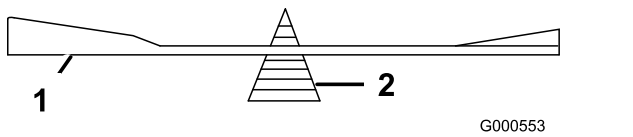

**Figura 77**
1. Affilate i taglienti da entrambe le estremità della lama con una lima (Figura 77).
**Nota:** Se la lama non è bilanciata, limate del metallo soltanto dalla costa (Figura 77).